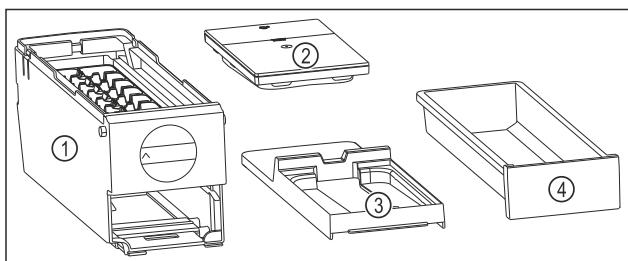

Fig. 143 Composants de l'EasyTwist-Ice
► L'EasyTwist-Ice est démonté en quatre parties. (voir Fig. 143)
- Ne démonter l'EasyTwist-Ice que de la manière illustrée. (voir Fig. 143)
► Nettoyer le corps de l'EasyTwist-Ice Fig. 143 (1) dans son ensemble.